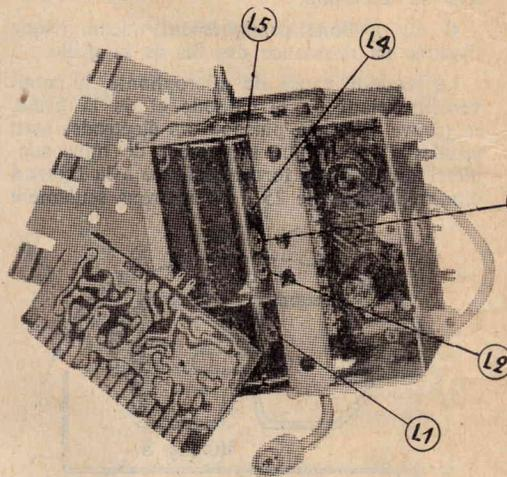

Fig. 9
b) L'axe intérieur de 6 mm de diamètre opérant le changement de canal. Cet axe dépasse vers l'arrière de 10 mm ce qui permet éventuellement une commutation supplémentaire. La figure 9 donne l'aspect du rotateur RTV 111 sur lequel :